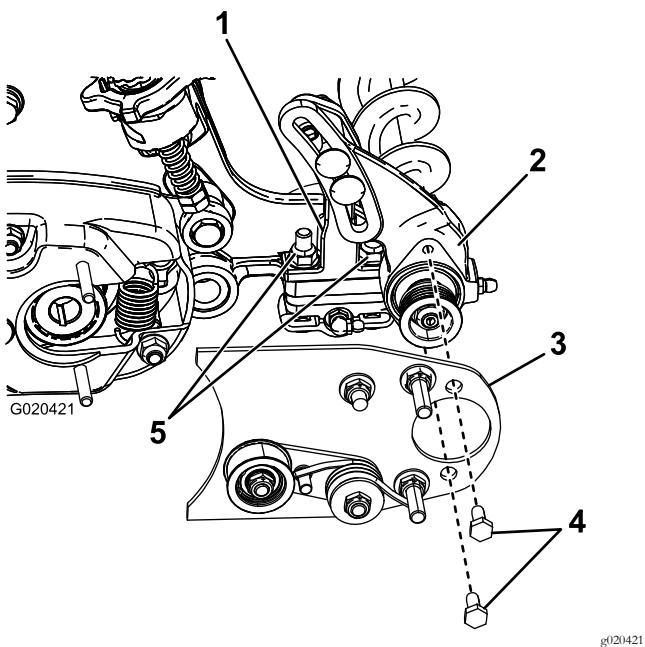

Figura 7
3. Applicate Loctite 242 (blu) sui 2 bulloni (5/16" x 5/8") e utilizzateli per montare la piastra della spazzola sull'alloggiamento del cuscinetto della spazzola per rullo (Figura 7).